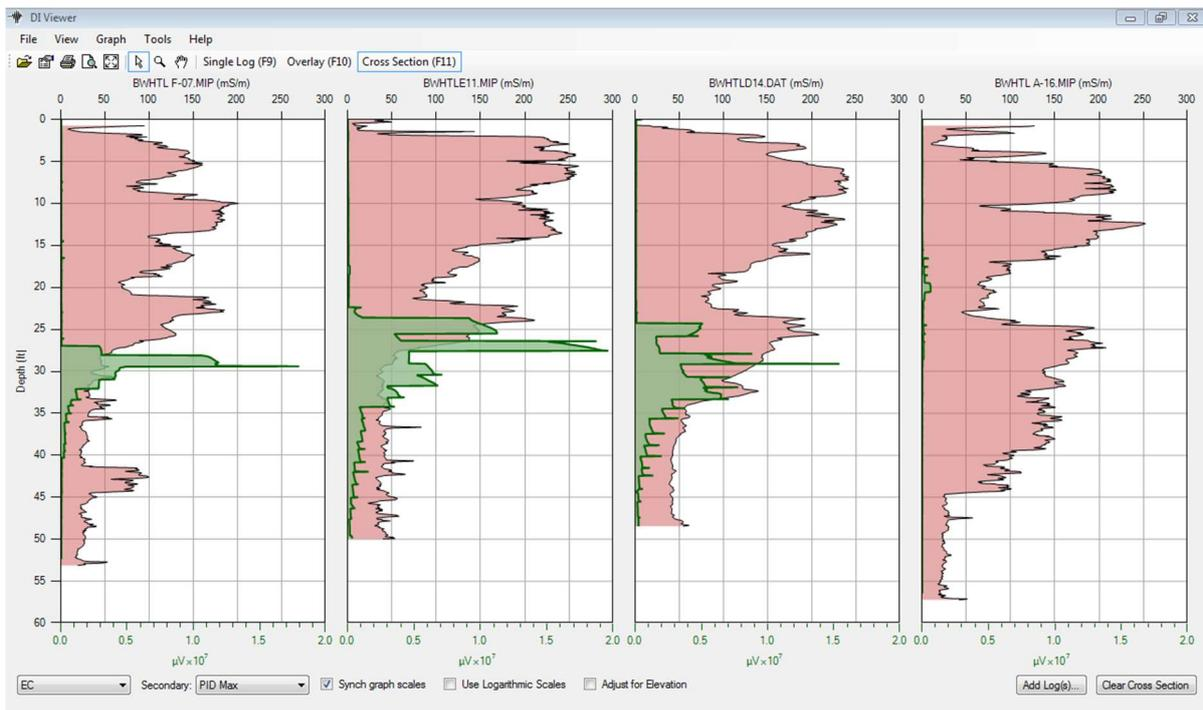

Figure 8 : Coupe transversale de quatre profils MIP. La conductivité électrique est indiquée en rouge alors que les réponses du détecteur PID sont en vert.
3. Sélectionnez d'autres graphes à superposer en choisissant les graphes appropriés pour les séries de données primaires et secondaires dans le coin inférieur gauche de l'écran (Figure 8).